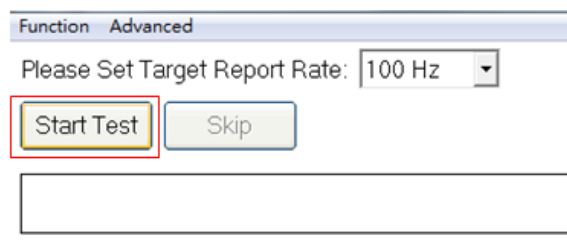

Figure 3-12: Touch tuning Start 項視窗示意圖
- 點選「Start Test」開始測試，此時會程式會先擷取目前環境的背景值，此時請勿關閉或觸摸按壓觸控屏，如下 Figure 3-12 所示。